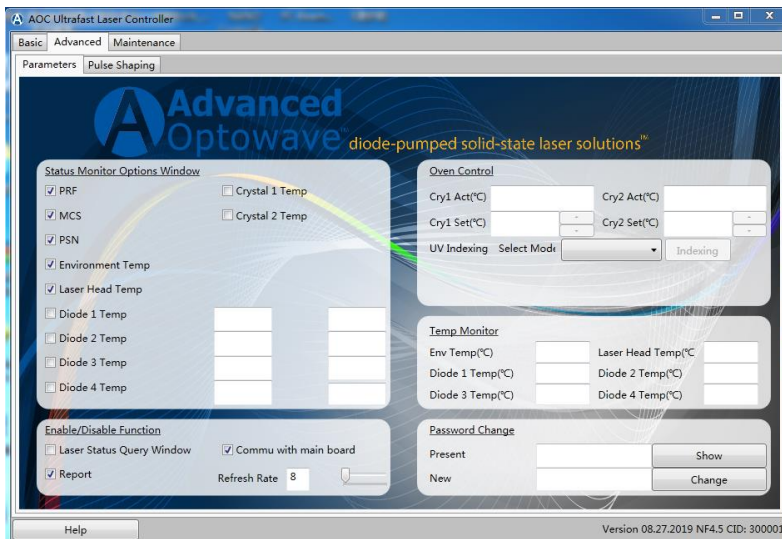

图 3
- 激光系统工作参数界面进入，点击“Advanced”输入密码“AOC”（大写），确认后进入第二界面，如图3所示。